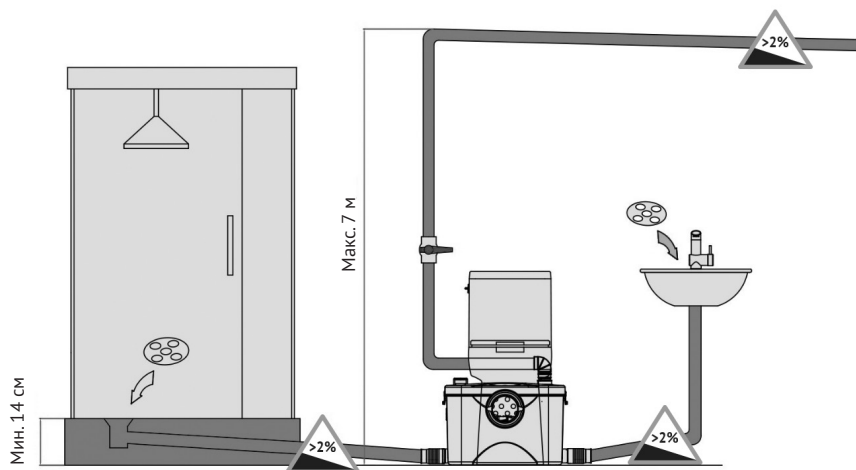

Рисунок 6 – подключение сантехнических приборов и напорного трубопровода к КНС
Диаметр канализационных труб, использующихся для отвода стоков от сантехнических приборов, должен быть не менее диаметра боковых входов (40 мм). Горизонтальные участки труб в сторону насосной станции должны иметь уклон не менее 2 %. При присоединении к станции душевой кабины, расстояние от сливного отверстия поддона кабины до поверхности, на которой установлена станция, должно быть не менее 14 см (см. рисунок 6).
Рекомендуется выполнять соединения на трубопроводе неразъемными, что повысить надежность системы. Важно также предусмотреть шаровой запорный кран на напорном трубопроводе, чтобы упростить процесс обслуживания и демонтажа КНС (см. рисунок 6).
- горизонтальные участки должны иметь уклон не менее 2 %, т.е. на каждый метр по горизонтали труба поднимается на 2 см по вертикали (см. рисунок 6);